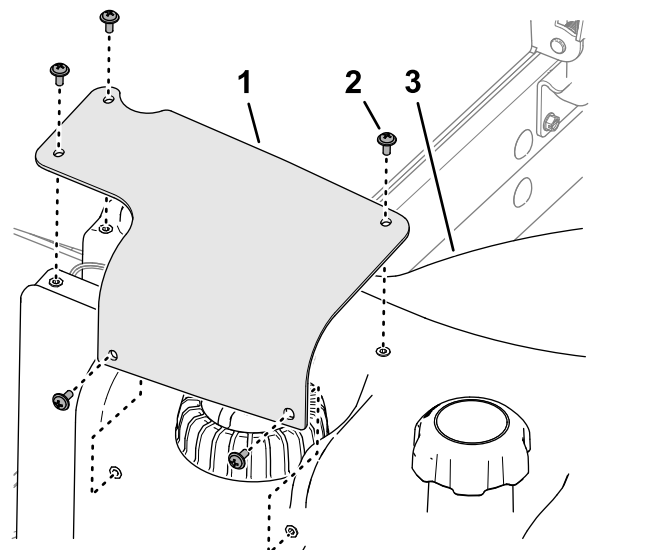

Figure 99
7. Alignez les trous du couvercle du transmetteur de niveau de carburant et les trous du réservoir de carburant, et fixez le couvercle sur le réservoir avec les 5 vis cruciformes (Figure 99).